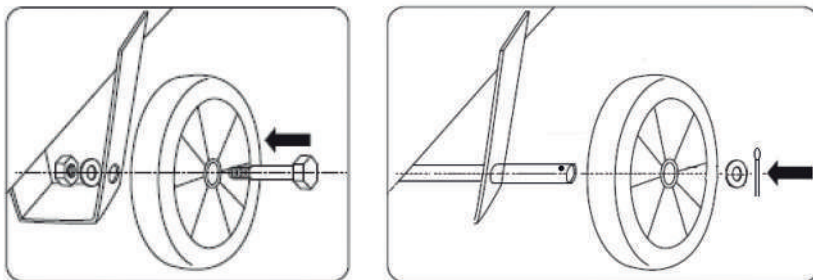

Рис.4
3. Установите на компрессор транспортировочные колеса (рис.4).